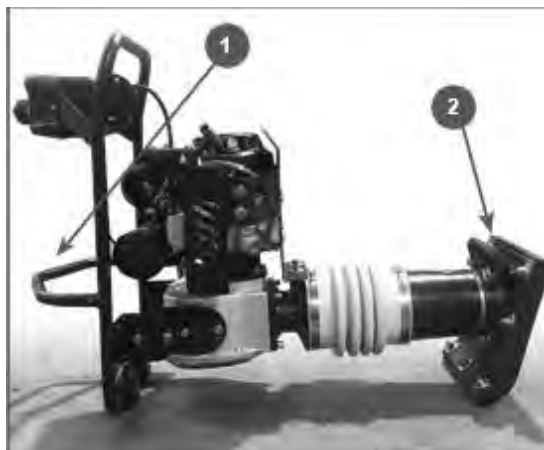

Рис.21 - Транспортирование в горизонтальном положении
4. Измерьте зазор между электродами свечи зажигания специальным щупом. Зазор должен быть 0,7-0,8 мм (Рис. 21). При увеличении, или уменьшении требуемого зазора, рекомендуется заменить свечу, так как регулировка зазора может привести к изменению качества искрообразования.
Если зафиксировать вибротрамбовку в вертикальном положении невозможно, закрепите устройство на транспортном средстве так, чтобы оно не перевернулось, не упало и не скатилось. Уложите вибротрамбовку так, чтобы двигатель был сверху (Рис. 21), и привяжите ее к транспортному средству за раму и рабочий цилиндр. Вибротрамбовку следует привязывать поперек рабочего цилиндра между трамбующим башмаком и смотровым отверстием для контроля уровня масла.
Перенос вибротрамбовки к новому участку работы осуществляется за транспортировочную скобу 1 и транспортировочную рукоятку 2 (Рис. 21).